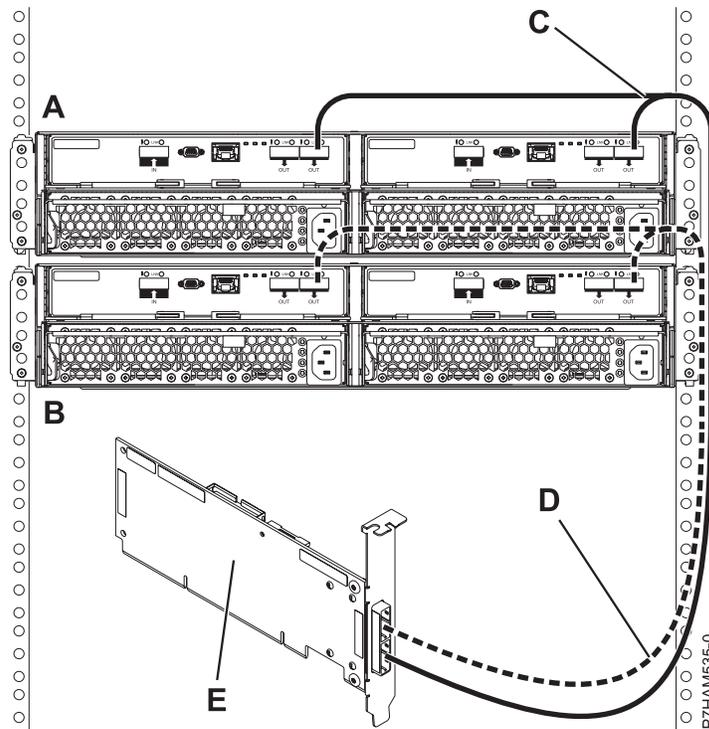

Figura 36. Conexión en la modalidad 1 mediante cables YO de dos alojamientos de unidades de disco 5887 con un adaptador SAS individual
10. Realice la conexión de la modalidad 1 de dos alojamientos de la unidad de disco 5887 (A y B) utilizando cables YO (C y D) a un adaptador SAS único (E) como se muestra en la Figura 36 en la página 80.